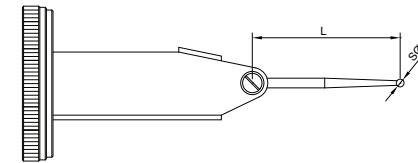

Abb.6
- 4. Jeder Typ von Messuhr hat eine spezifische Tasterlänge (L, Abb. 6). Ist die Länge nicht korrekt, kommt es zu Messfehlern. Bitte beachten Sie die folgende Tabelle, um den richtigen Taster auszuwählen.